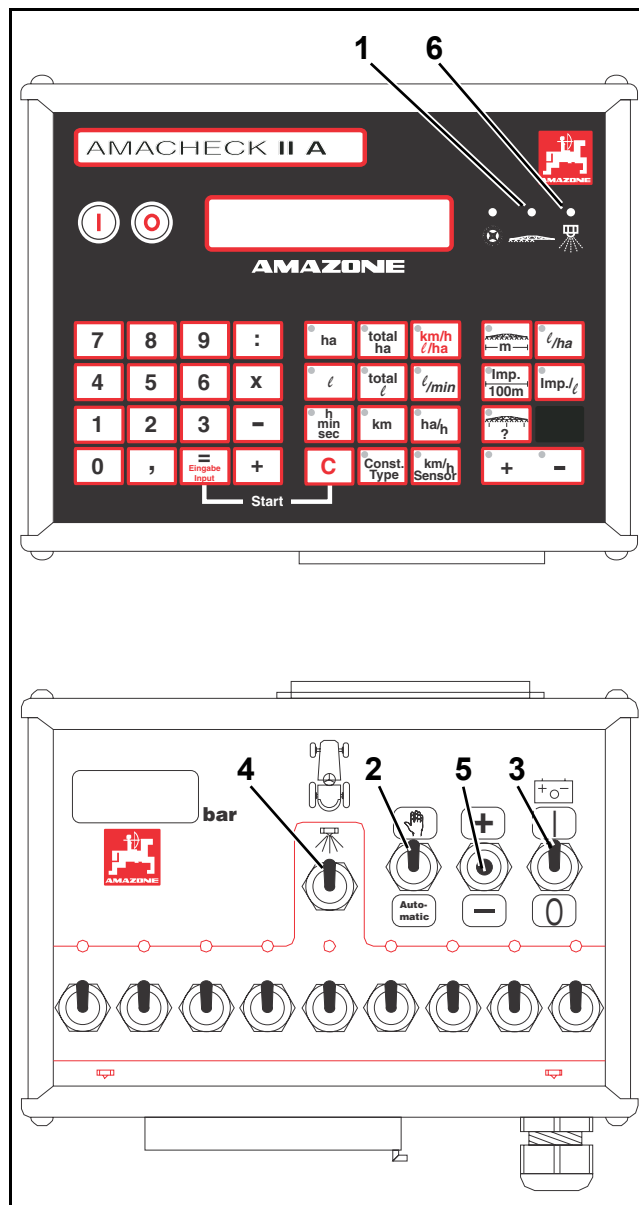

Fig. 39
- Säädä ruiskutuspaine $\pm$ näppäimellä (Fig. 39/5) haluttuun arvoon.
I Muuta ruiskutuspainetta $\pm$ näppäimellä (Fig. 39/5) mikäli näytön lukema poikkeaa halutusta arvosta.
I Pääventtiilin avaamisen jälkeen suuttimen kuvan yläpuolella oleva merkkivalo (Fig. 39/6) syttyy merkiksi siitä, että ruisku on toimintavalmis.